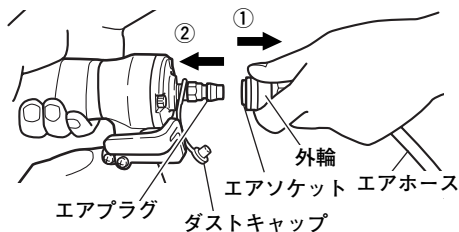

図 6
本機にエアホースを接続する場合はエアプラグからダストキャップをはずし、図6のように、①エアソケットの外輪を引き、②エアソケットをエアプラグにしっかりとさし込んでエアホースを接続します。